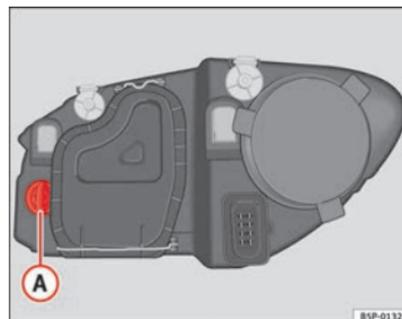

Fig. 189 Lámpara luz intermitente
- Gire el portalámparas ⇒ fig. 189 Ⓐ a la izquierda y tirar.